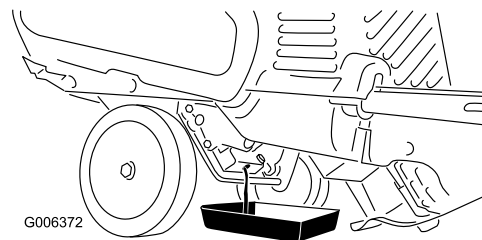

Figure 19
3. Placez un bac de vidange sous le bouchon de vidange et retirez le bouchon; basculez la machine en arrière et vidangez l'huile usagée dans le bac de vidange (Figure 19).